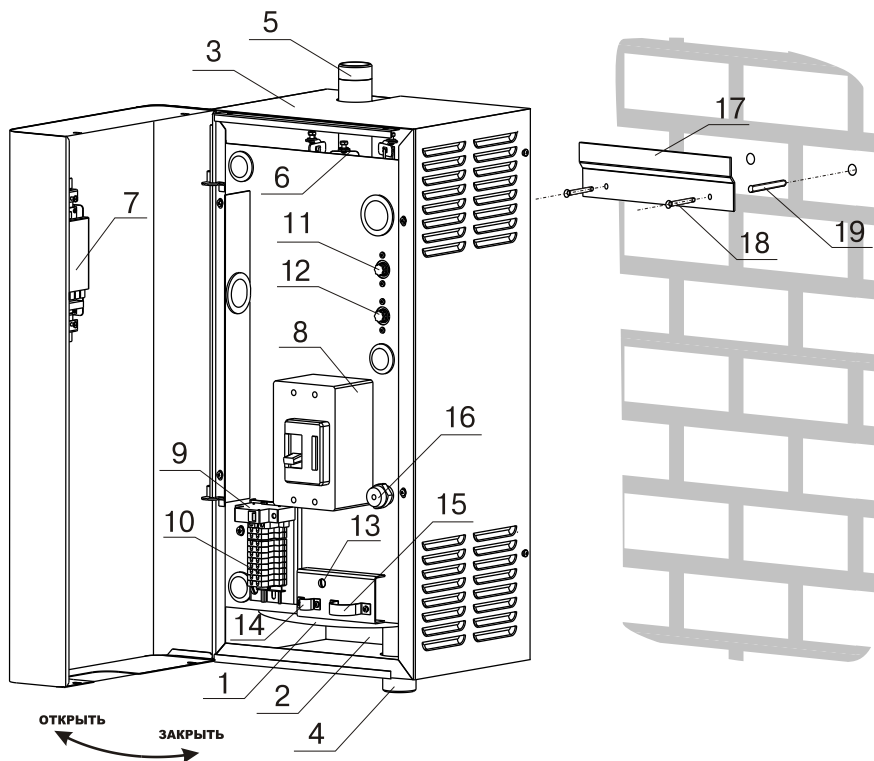

Рис. 1 Конструкция электроводонагревателя и способ его крепления к стене
5.1. Электроводонагреватель (Рис.1) состоит из корпуса (1) сварной конструкции с фланцами, патрубком входа воды (4) и патрубком выхода воды (5), имеющих резьбу G1 1/2-В. В верхней части корпуса установлены три блока нагревательных элементов(6), датчик температуры воды, датчик перегрева и датчик уровня воды. В нижней части корпуса установлены три блока нагревательных элементов. Корпус установлен на основании(2). Защитный кожух (3) выполнен из стального листа и служит для защиты обслуживающего персонала от ожогов и поражения электрическим током. Кожух подвешен на основании при помощи механизма, который позволяет не снимая кожух с электроводонагревателя, открывать и закрывать его в направлении, указанном на Рис.1. При необходимости кожух можно легко снять с основания.
- закрепить кронштейн крепления на вертикальной поверхности в необходимом месте с помощью шурупов, входящих в комплект и установить на него водонагреватель как показано на Рис.1.
- открыть кожух (3) как показано на Рис. 1, предварительно выкрутив четыре винта крепления кожуха;
- Для установки дополнительного модуля-GSM необходимо снять блок управления (7) с кожуха водонагревателя (3), снять крышку с блока управления и установить на ее место крышку с платой модуля-GSM, предварительно подключив кабель управления модулем к разъему XS4 на плате блока управления. Далее необходимо установить SIM-карту в модуль, установить на место блок управления и присоединить антенну к разъему модуля-GSM. Провод от антенны необходимо пропустить в кабельный ввод (18).
- закрыть кожух (3) как показано на Рис. 1 и закрутить винты крепления.